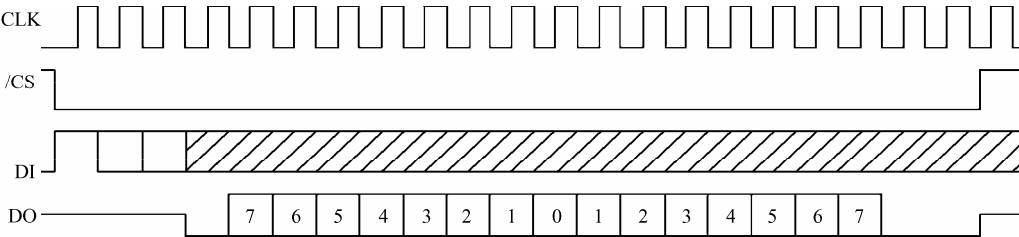

图 6.38 ADC0832 时序图
(2) 工作时序。/CS 变为 “0” 电平后, 由 CLK 上升沿从 DI 端输入一个 “1” 电平的起始位和两个通道选择位: SGL/DIF、ODD/EVEN, 此后 DI 端与内部控制电路断开, 不再起作用。在此期间 DO 端为高阻态。配置完成后, DO 端在 CLK 上升沿输出一个 “0” 电平。以后每一个 CLK 上升沿输出一位转换结果, 先从最高位 D7 开始, 到 DO 后再从低位到高位重复一遍, 共 15 个 CLK 脉冲。加上前面 4 个, 启动转换一次共需要 19 个 CLK 脉冲, 如图 6.38 所示。
(3) 通道配置控制。通道配置是由开始时 DI 端在 CLK 脉冲作用下移入的 SGL/DIF (在前)、ODD/EVEN 实现的。SGL/DIF 为 “1” 时, CH0、CH1 两个模拟电压输入端配置成单端输入, ODD/EVEN= “0” 启动 CH0, ODD/EVEN = “1” 启动 CH1。SGL/DIF 为 “0” 时, CH0、CH1 两个模拟电压输入端配置成差动输入, ODD/EVEN = “0”, CH0 为 “+”, CH1 为 “-”, ODD/EVEN= “1”, CH0 为 “-”, CH1 为 “+”。